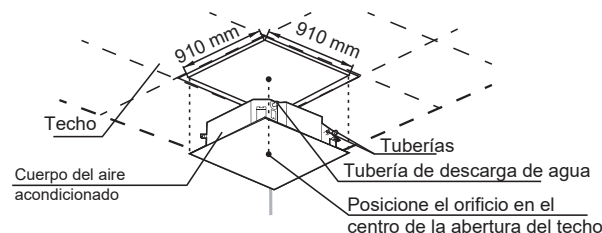

Figura 9
1. Taladre agujeros cuadrados 910x910 mm en el techo según el diseño de la placa de instalación (accesorio 4). Vea la Figura 9.